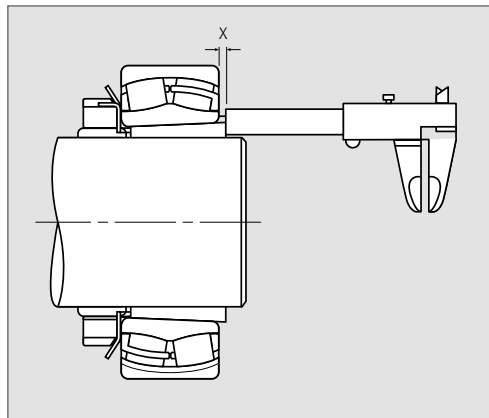

Fig. 3
5. Mida la distancia "X" como se muestra en la Fig. 3.